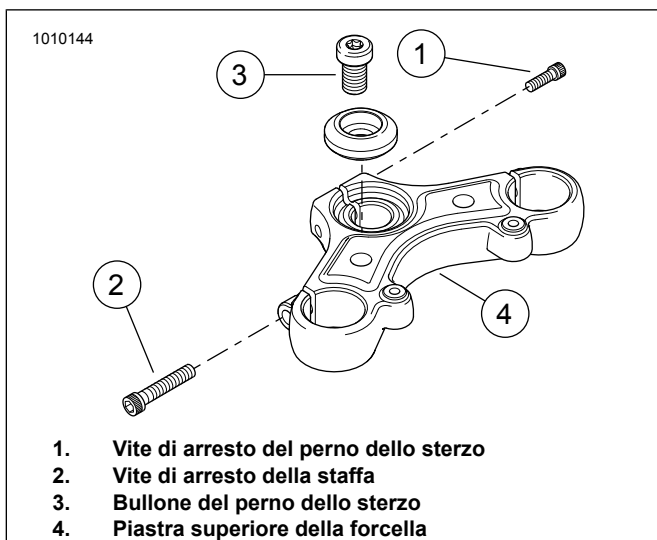
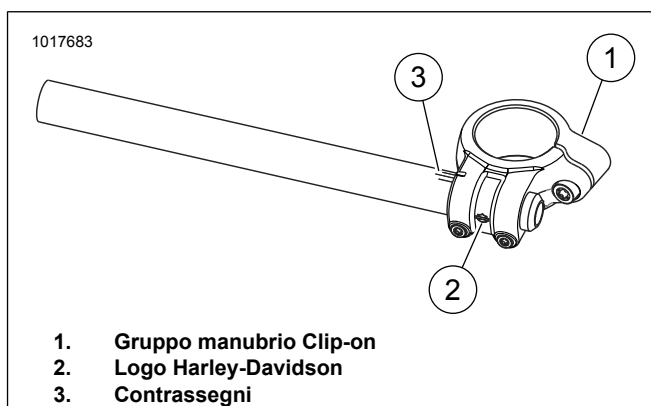
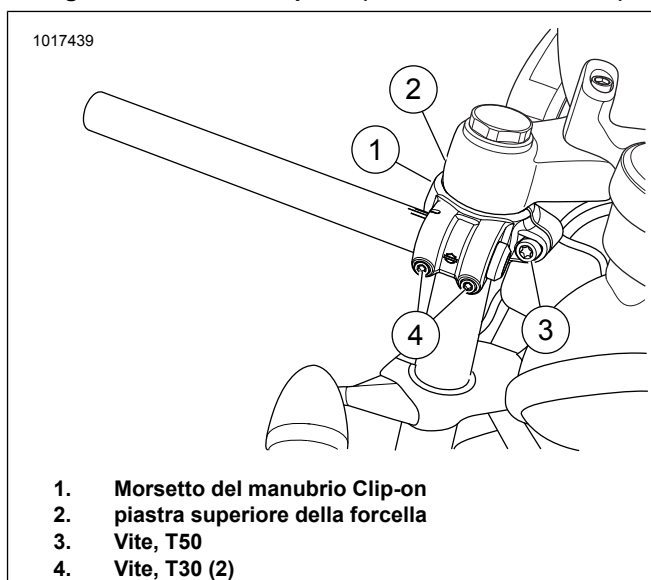

Figura 1. Piastra superiore della forcella
Figura 2. Manubrio Clip-on, (illustrato il lato destro)
Figura 3. Installazione del manubrio Clip-on
1. Vedere Figura 1. Allentare le viti di arresto (1) sul perno dello sterzo.
2. Allentare le viti di fissaggio superiori (2) della piastra.
3. Rimuovere il bullone del perno dello sterzo (3).
4. Allentare le viti della staffa superiori (2).
5. Rimuovere la piastra superiore della forcella (4).
6. Vedere Figura 2. Far scorrere il gruppo clip-on (1) sulla canna della forcella. Il logo Harley-Davidson (2) deve essere presente sul lato destro rivolto verso l'esterno.
7. Il contrassegno centrale (3) deve allinearsi all'indicatore sulla fascetta.
10. Vedere Figura 1. Posizionare la staffa della forcella superiore.
11. Installare il bullone del perno dello sterzo (3). Stringere manualmente.
12. Installare le viti di fissaggio della staffa (2). Stringere manualmente.
13. Vedere Figura 3. Far scorrere i gruppi clip-on fino alle canne della forcella finché non toccano la parte inferiore della piastra superiore della forcella.